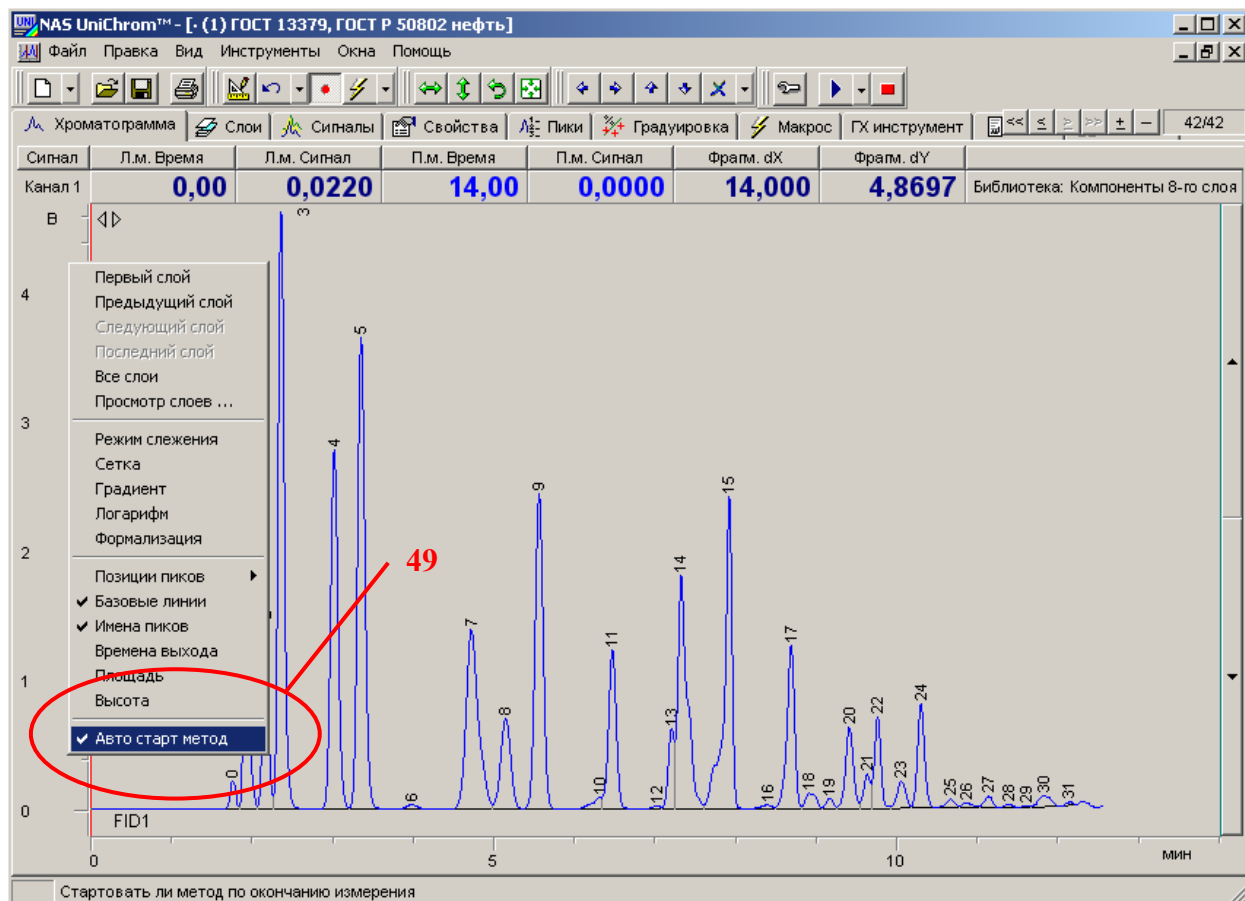

Рис. 73. Разрешение автоматического запуска макросов после измерения
- Появится меню страницы «Хроматограмма» (см. Рис. 73);